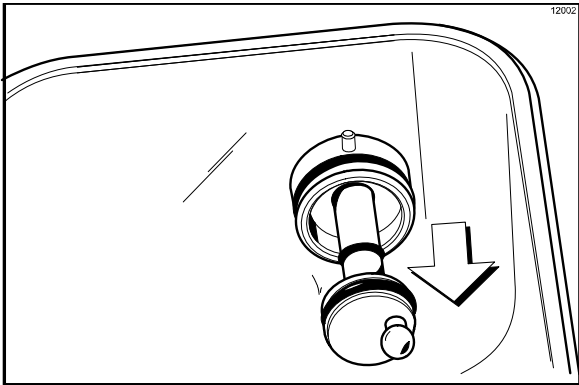

Рисунок 103
10. Снимите приводной вал насоса со ступицы привода, на задней стенке бачка для смеси. (См. рис. 103)